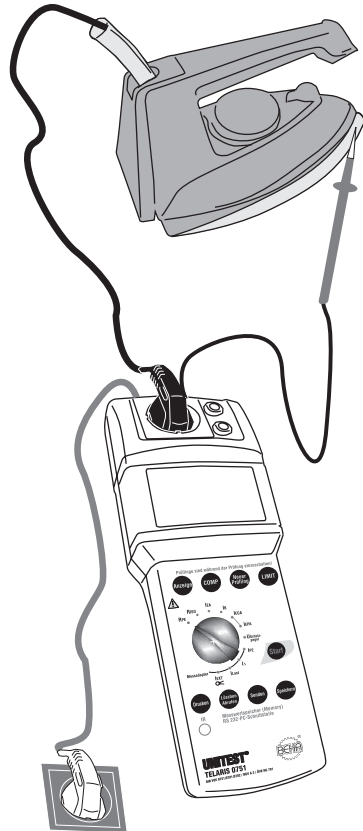

Bild 6.1: Messung des Schutzleiterwiderstandes
- ▶ Schließen Sie den UNITEST TELARIS 0751 mit dem Netzanschlusstecker (1) an eine funktionsfähige und ordnungsgemäß angeschlossene Schutzkontakt-Netzsteckdose an.
- ▶ Stellen Sie den Drehschalter 'Messfunktion' (15) auf die Schalterstellung 'RPE'.
- ▶ Stellen Sie mittels der Taste LIMIT (7) den Grenzwert für den Schutzleiterwiderstand ein.
- ▶ Stecken Sie den Netzstecker des Prüflings in die Prüfsteckdose (3).
- ▶ Verbinden Sie den PE-Prüfanschluss 'Sonde' (2) mit berührbaren leitfähigen Gehäuseteilen des Prüflings entsprechend Bild 6.1, achten Sie auf guten Kontakt mit der Oberfläche der Gehäuseteile.
- ▶ Drücken Sie die Taste „Start“ (9). Das blinkende Symbol für die Messeinheit im Display signalisiert den aktuellen Messvorgang.
- ▶ Lesen Sie den Messwert von der LC-Anzeige (6) ab. Das Symbol 'LIMIT' (21) zeigt bei eingeschalteter Grenzwertanzeige eine Überschreitung des Grenzwertes an.
- ☞ Das Gerät zeigt den Wechselstromwiderstand der Schutzleiterverbindung an. Mit der Taste "Anzeige" (17) können Sie während der Messung nacheinander die einzelnen Messwerte für den positiven und negativen Prüfstrom getrennt abrufen (Anzeigesymbol $\Omega+$ und $\Omega-$).
- ☞ Die Messergebnisse können durch Drücken der Taste Speichern (10) abgespeichert werden. Hinweise zu Speichern von Messwerten siehe Abschnitt 7.1 und 7.2.